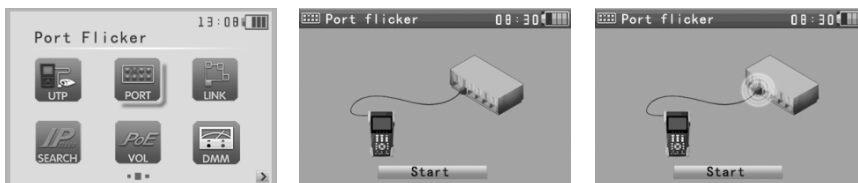

Рис.26 Подменю **Port flicker**
2. С помощью кнопок  выберите подменю  и нажмите  (Рис.26).
. Когда порт оконечного сетевого оборудования будет идентифицирован, на экране тестера появится изображение мигающего порта (Рис. 26). Чтобы выйти из подменю , нажмите кнопку .